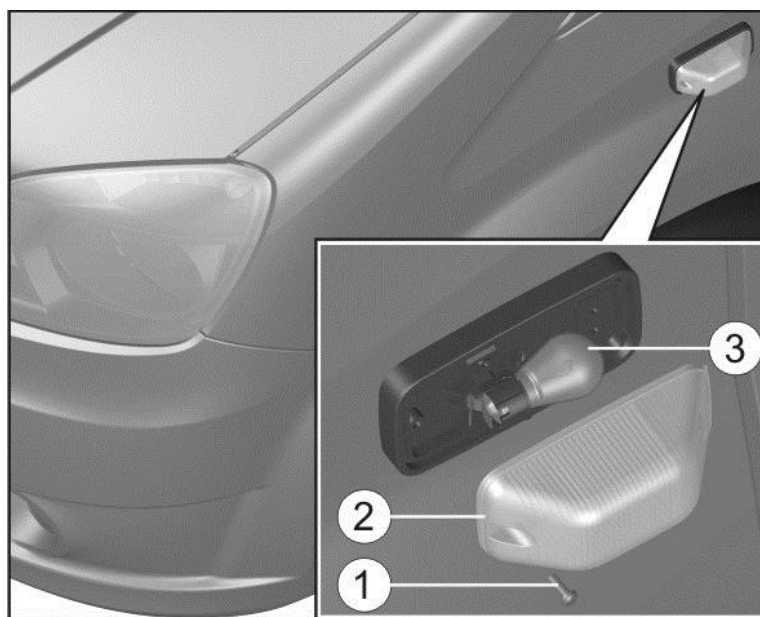

Рис. 7.11. Указатель поворота боковой: 1 – винт; 2 – рассеиватель; 3 - лампа
- отвернуть винт 1 (рис. 7.11) крепления рассеивателя и снять рассеиватель 2;